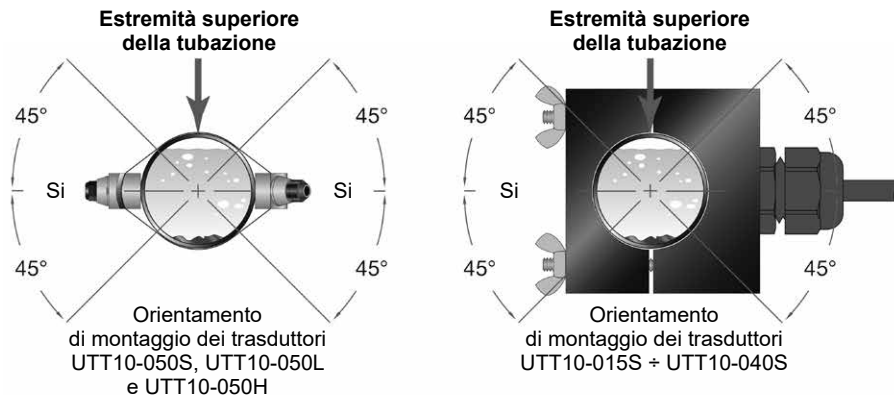

Fig. 20 - Orientamento accettabile dei trasduttori per tubazioni orizzontali
- 3) Piegare la carta sulla linea di piegamento. Marcare la piega ottenuta. Segnare con il pennarello la tubazione nel punto di montaggio di uno dei trasduttori. Fare riferimento alla Fig. 20 per l'orientamento radiale accettabile. Arrotolare la dima di carta nuovamente attorno alla tubazione, sistemando l'estremità della carta e un angolo nella posizione della marcatura. Spostarsi all'altra estremità della tubazione e marcarla alle estremità della piega della dima. Misurare dalle estremità della piega (direttamente attraverso la tubazione partendo dal punto di montaggio del primo trasduttore) la dimensione determinata al paragrafo 4.3, "Fase 2 - spaziatura del trasduttore". Marcare questa posizione sulla tubazione.